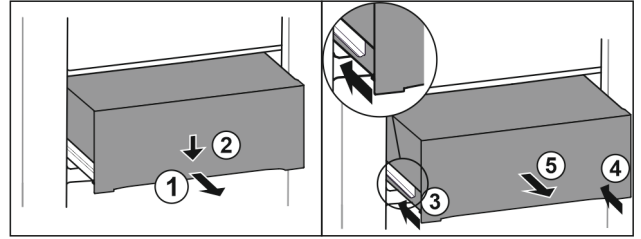

Fig. 94
- ▶ Húzza ki félig a fiókot. Fig. 94 (1)
- ▶ Nyomja le a fiók elülső oldalát. Fig. 94 (2)
- ▶ Tolja be a bal oldali sínt körülbelül 2 cm mértékben. Fig. 94 (3)
- ▶ Tolja be a jobb oldali sínt körülbelül 2 cm mértékben. Fig. 94 (4)
- ▶ Vegye ki a fiókot előre felé. Fig. 94 (5)